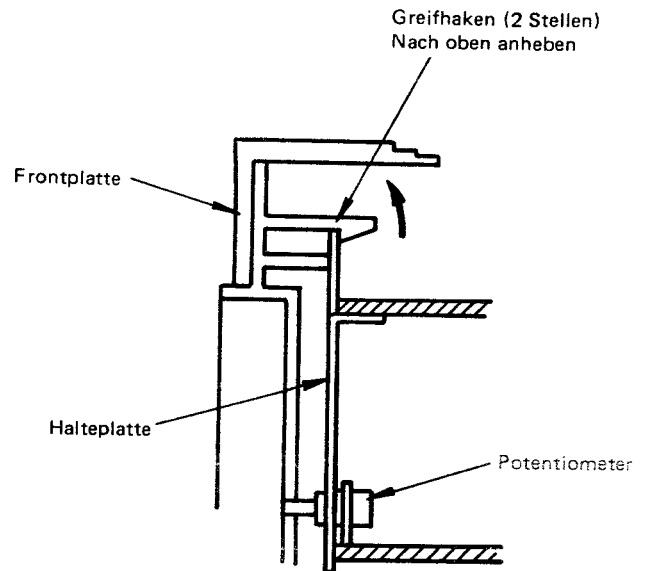

Abb. 2
- 4) Die Frontplatte ist mit zwei Greifhaken an der Halteplatte für die Potentiometer befestigt. Diese Haken wie in der Abbildung 2 gezeigt leicht nach oben biegen und die Frontplatte vorsichtig nach vorne wegziehen.